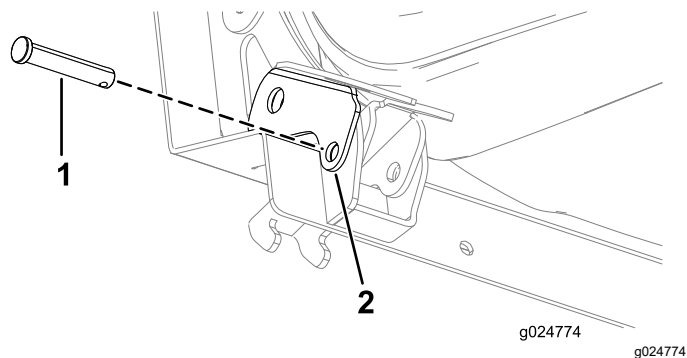

Figura 23
6. Inserte el pasador parcialmente hacia dentro por el taladro del enganche del asiento (Figura 23).